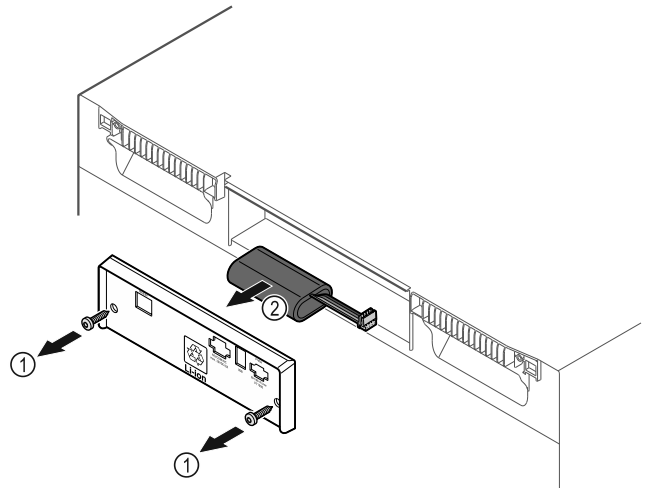

Fig. 185
- ▶ Schroeven eruit draaien en het afdekplaatje aan de achterkant van het apparaat verwijderen Fig. 185 (1).
- ▶ Batterij ontkoppelen en verwijderen Fig. 185 (2).